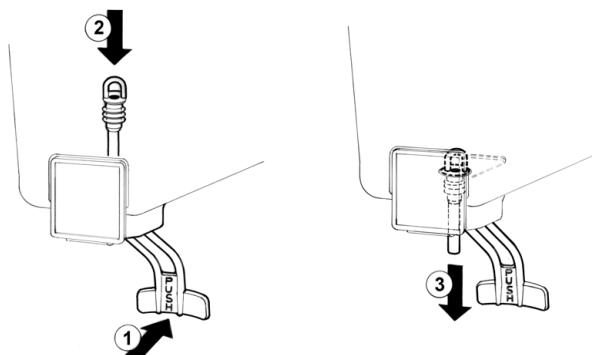

figure 5
- 2 Robinet avec tube en caoutchouc:** Pousser (1) le levier de débit robinet et enfiler (2) le tuyau du robinet dans son siège
sur le fond du réservoir. Tirer (3) doucement le tuyau vers le bas jusqu'à le bien placer (voir figure 5).